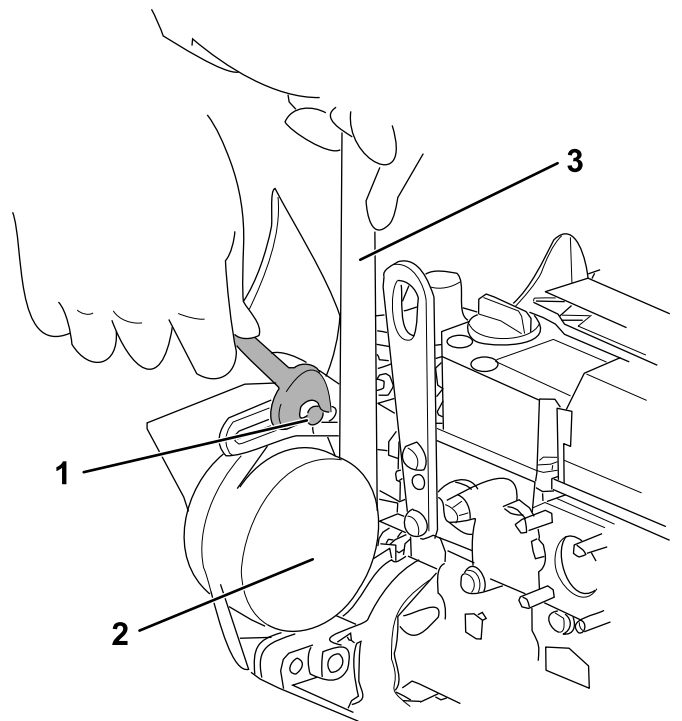

Figura 71
3. Afloje los pernos y las tuercas de ajuste y, a continuación, mueva el alternador con una llave para apretar la correa con la tensión correcta (Figura 71).
4. Apriete los pernos y las tuercas de ajuste (Figura 71).